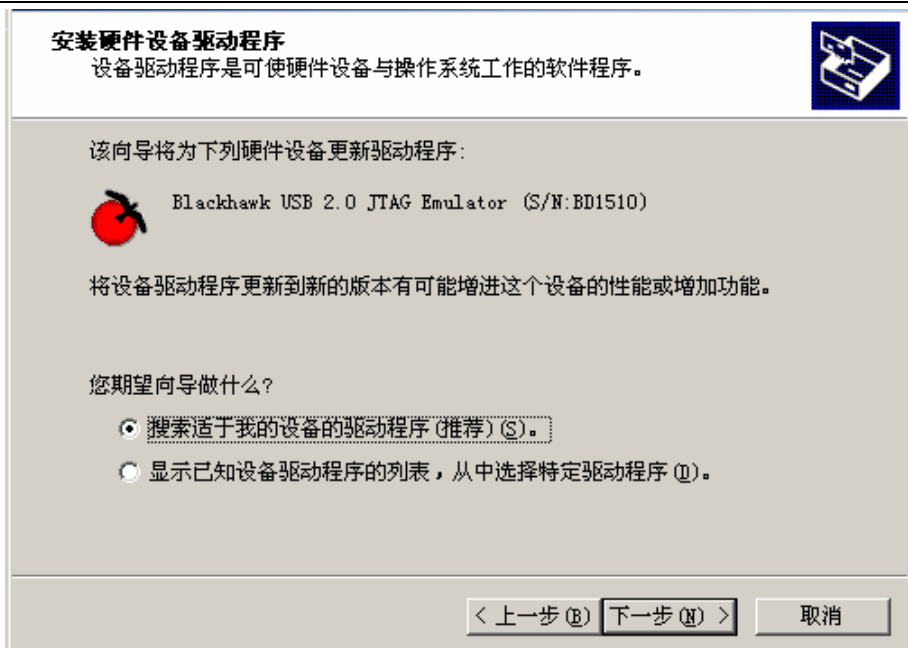

图 7.7 开发软件 USB 开发系统驱动安装示意图 2
- D. 此时把 USB 电缆插到计算机的 USB 接口上，另一端接到 USB 开发系统上，计算机提示找到一个新硬件，如图 7.7。